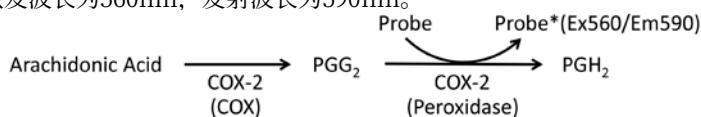

图1. 碧云天环氧化酶-2 (COX-2)抑制剂筛选试剂盒(S0168)筛选COX-2抑制剂的原理图。Probe\*表示催化生成的强荧光探针。
- 本试剂盒的检测的基本原理参考图1。在辅助因子(Cofactor)存在的情况下, COX-2使用其环氧化酶(COX)活性把花生四烯酸(Arachidonic Acid)等底物环氧化生成PGG2等中间产物, 继而COX-2使用其过氧化物酶(Peroxidase)活性把PGG2等中间产物催化生成PGH2等最终产物, 同时把几乎没有荧光的COX-2探针(Probe)催化生成有强荧光的探针(Ex560/Em590)。这样通过荧光检测就可以非常灵敏地检测COX-2的酶活性。如果在反应中加入COX-2抑制剂(Inhibitor), 荧光的生成就会被抑制, 荧光强度与抑制剂的抑制效果成反比, 这样就可以检测出抑制剂的抑制效果。本反应生成的强荧光探针的最大激发波长为571nm, 最大发射波长为585nm, 推荐检测时的激发波长为560nm, 发射波长为590nm。